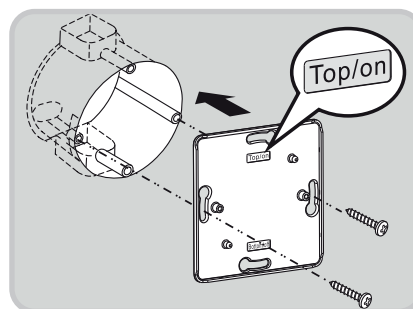

Fig. 7
- **OBS!** Forceringsknapp har två lägen, endast läge (on) ger signal (se Fig. 7). Läge (off) avbryter funktion.
- på apparatdosa (se Fig. 7 och punkt 2.2.3)